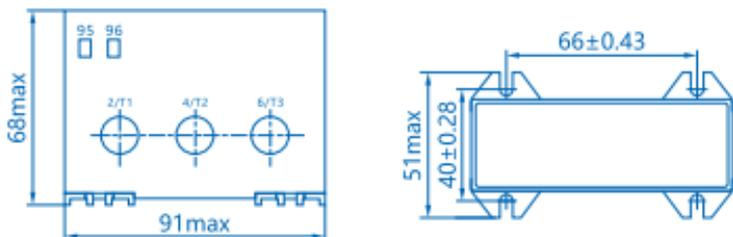

图1 额定工作电流为80A以下的保护器外形及安装尺寸
5.1 额定工作电流为80A以下的保护器外形及安装尺寸：见图1；产品重量约为0.13kg。